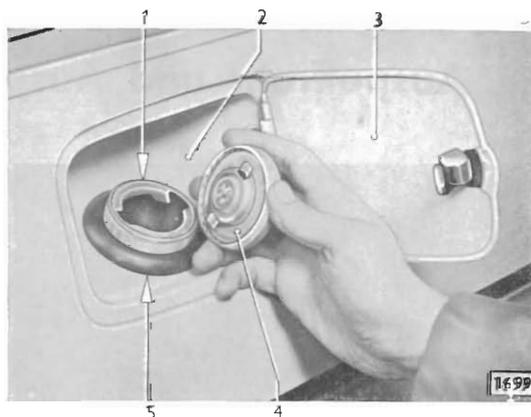

Bild 1 - Kraftstofftank-Renkverschluss abnehmen
4. Kraftstofftank-Renkverschluss abnehmen (Bild 1).